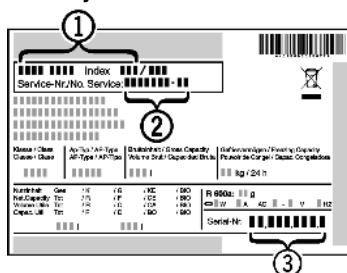

Fig. 42
- ▶ Odczytać z tabliczki znamionowej oznaczenie urządzenia Fig. 42 (1), nr serwisowy Fig. 42 (2) oraz numer seryjny Fig. 42 (3). Tabliczka znamionowa znajduje się po lewej stronie wewnątrz urządzenia.